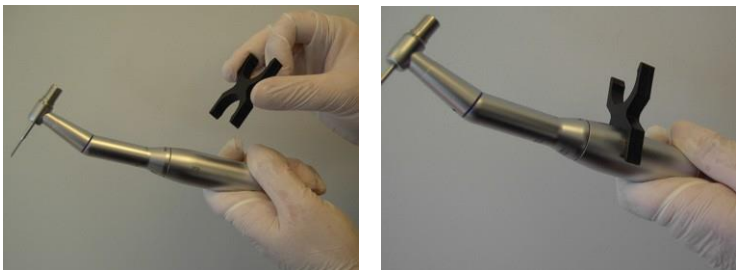

Figure 3-55. Fixation de la pince à la pièce à main
11. Fixez la pince à la pièce à main, comme illustré à la Figure 3-55.